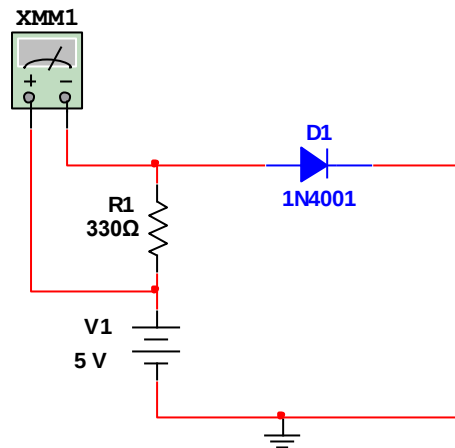

Figura 2.8. Medición necesaria para determinar la corriente eléctrica.
3. Sin usar el multímetro en función de Ampérmetro (medición indirecta de corriente), determine la corriente eléctrica que circula por el circuito. Recuerde que para calcular la corriente puede medir el voltaje en las terminales de la resistencia y, de acuerdo a la Ley de Ohm, al dividir este voltaje entre el valor de la misma resistencia, se obtendrá la corriente eléctrica. Eso se muestra en la figura 2.8.